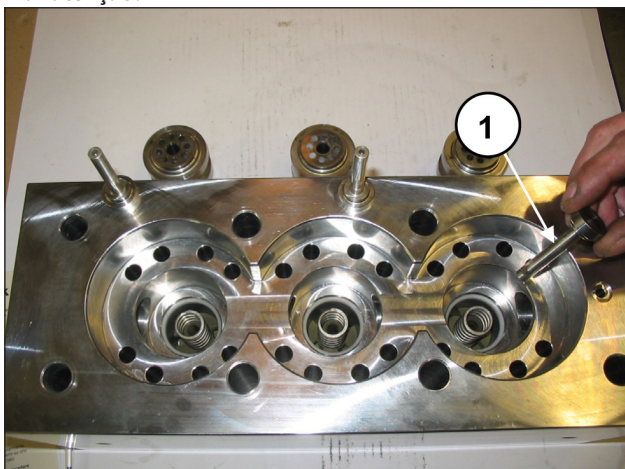
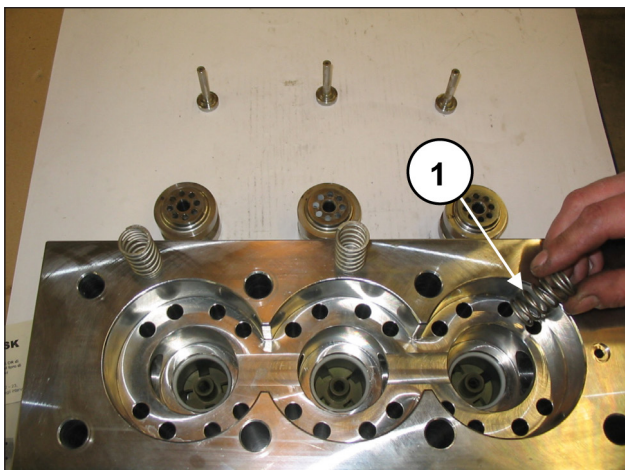
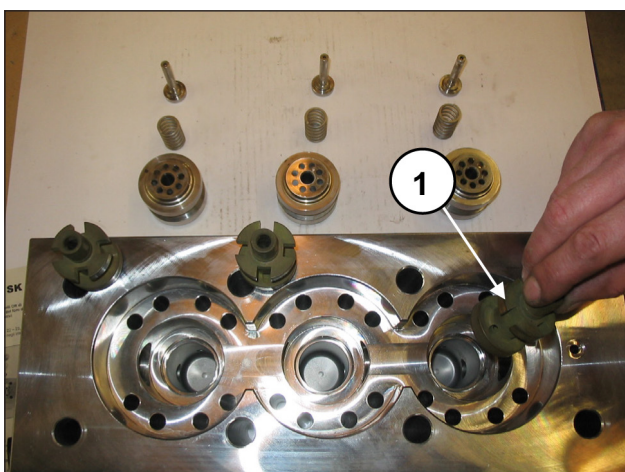

Fig. 117
Fig. 118
Fig. 119
Extraia as placas de fluxo (pos. ①, Fig. 117), e as respectivas guias (pos. ①, Fig. 119), com as respectivas molas (pos. ①, Fig. 118), verifique o seu estado de desgaste e execute, se necessário, eventuais substituições, e se necessário, nos intervalos indicados no capítulo 11 do **Manual de uso e manutenção**.